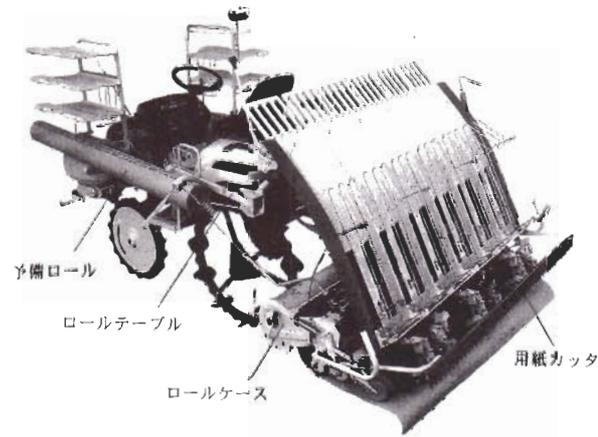
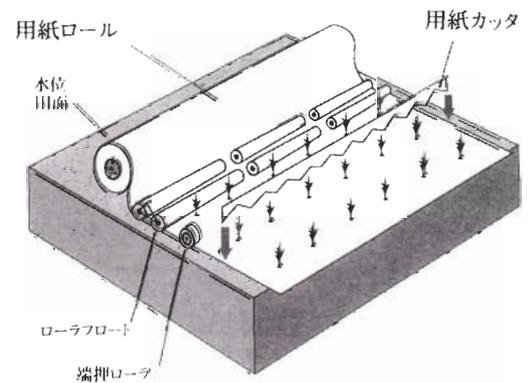
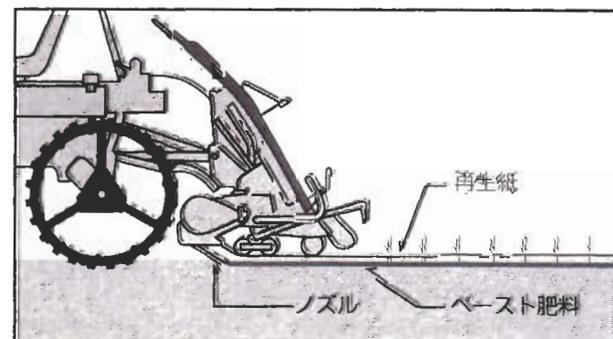

図1 軽量紙マルチ田植機の構造と名称
図2 紙敷設機構の模式図
図3 側条施肥作業の模式図
(1) 本機は、6条植えの田植機でペースト施肥機付きです(図1)。また、付属するフロートシートの装着により通常の田植機として使うこともできます。
(2) 本機の特徴である主な構造と機能は以下のとおりです。
- ① 植付部前方にはロールケースがあり、ここにセットされたロール状のマルチ用紙は、ここからガイドに沿って繰り出されます。
- ② 繰り出されたマルチ用紙は、3分割のローラ型フロートと端押えローラの働きで田面に密着し、田植機の走行に伴い田面に敷き詰められます(図2)。
- ③ 植付爪はマルチの上から穿孔と同時に苗を植付けます。
- ④ 機体最後尾には、一行程の終わりで用紙を切断するための用紙カッタがあります。
- ⑤ 側条施肥を行う場合は、用紙敷設部直前のノズルによりペースト肥料が施用されます(図3)。
- ⑥ 植付部の自動昇降はローラ型フロートをセンサーとして油圧コントロールされます。また、均平に敷設するための水平制御を追従性の高いマイコンにより行っています。
- ⑦ マルチ用紙には、新しく開発された軽量型(幅1.9m、1ロール125m、坪量90g/m²)の再生紙を使用します。本機には、予備ロール2本を含め3本のロール(6.75アール分)を搭載できます。
- ⑧ 予備ロール2本は田植機前部の両翼にあるロールテーブルに積載されます。ロールケースへの用紙のセットは本機のロールテーブルを回動させて行うため、ほ場を踏み荒らすことはありません。